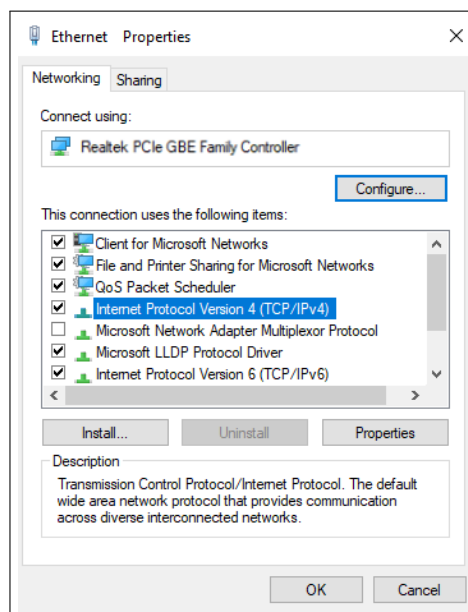

Figura A.6: Selecionando a opção IPv4
Passo 6 Seleciona a opção “Protocolo IP Versão 4 (TCP/IPv4)”. Clique no botão “Propriedades” (Figura A.6).